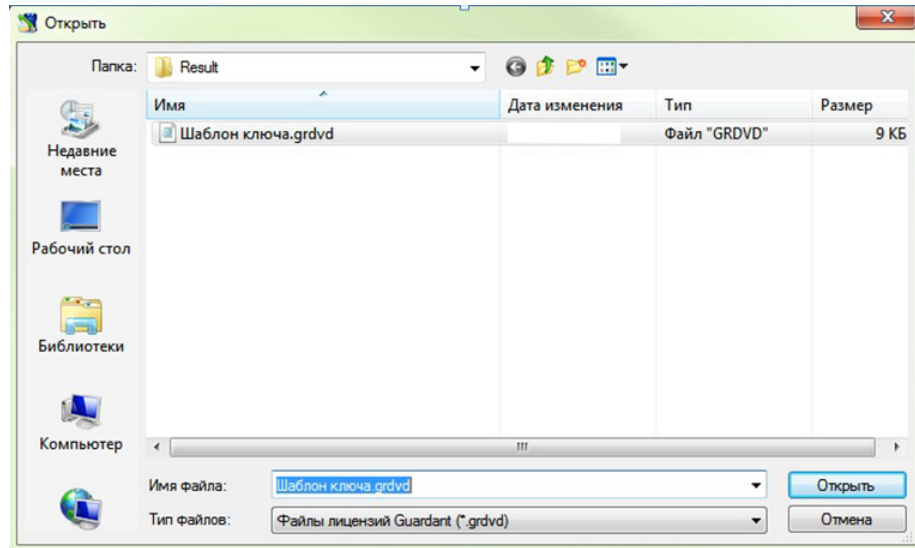

Рис. 26 Выбор файла лицензии
3. Выберите тип файлов «Файлы лицензий Guardant *.grdvd» в открывшемся окне проводника и укажите путь к файлу вида «*.grdvd», который был включен в комплект поставки, см. Рис. 26. Затем нажмите кнопку «Открыть».